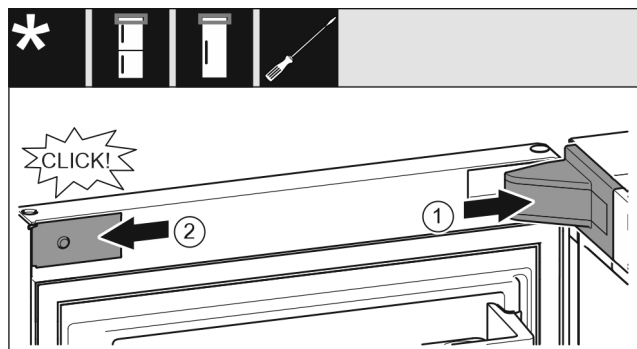

Fig. 25
- Helyezze fel és pattintsa be a csapágybak fedelét Fig. 25 (1), szükség esetén óvatosan nyomja szét.
- Helyezze fel oldalra a takarólemezt Fig. 25 (2), és pattintsa be.